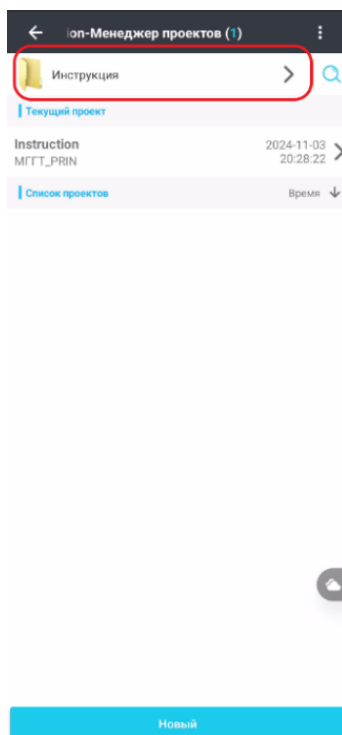

Рисунок 2.3.1
1. Перейдите во вкладку **Проекты** в нижнем меню **Проект** и нажмите на текущую папку расположения файлов данных (Рисунок 2.3.1).